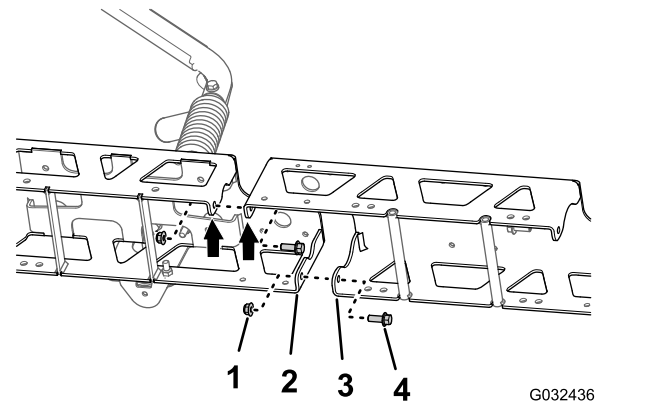

图 54
1. 将中间喷洒臂延长组件垂直法兰上的孔与桁架框架上的孔对齐 图 54。
2. 使用在 1 的步骤 分开中间喷洒段桁架 \(页码 23\) 中卸下的 2 个凸缘头螺栓 $\frac{3}{8}$ x 1 英寸和 2 个凸缘锁紧螺母 $\frac{3}{8}$ 英寸将中间喷洒臂延长组件松松地组装到桁架框架上 图 54。
3. 将中间喷洒臂延长组件垂直法兰上的孔与另一桁架框架上的孔对齐 图 54。
4. 使用 GeoLink 喷洒系统完成套件 图 54 中的 2 个凸缘头螺栓 $\frac{3}{8}$ x 1 英寸和 2 个凸缘锁紧螺母 $\frac{3}{8}$ 英寸将中间喷洒臂延长组件松松地组装到另一桁架框架上 图 54。